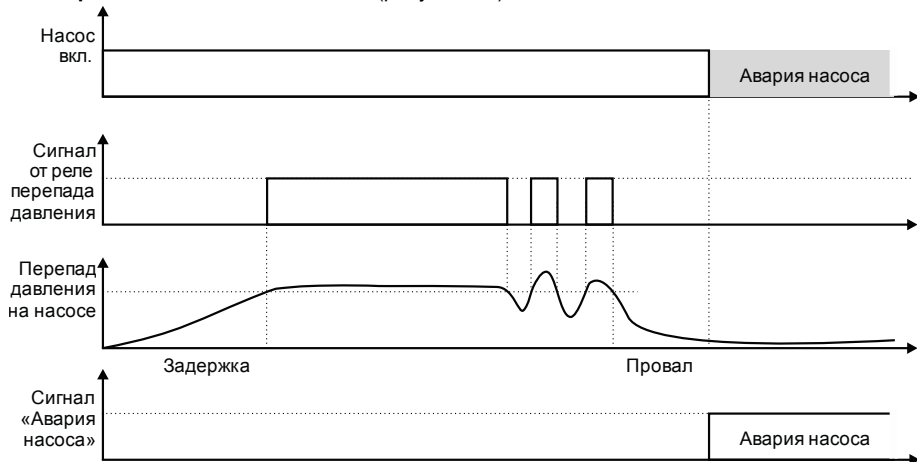

Рисунок 3.2 – Обработка сигнала от датчика перепада давления ($\Delta P1/\Delta P2/\Delta P3$)
1) Нет перепада давления на насосе (рисунок 3.2).